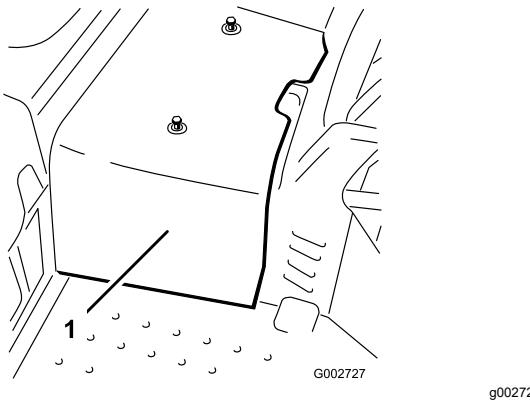

図 43
2. センターシュラウドを機体に止め付けているねじ2本を外してシュラウドを機体から取り外す図43。